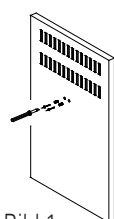

Bild 1.
- Ta bort de två skruvarna som låser baksidan av värmeelementet innan du installerar apparaten (fig. 1).